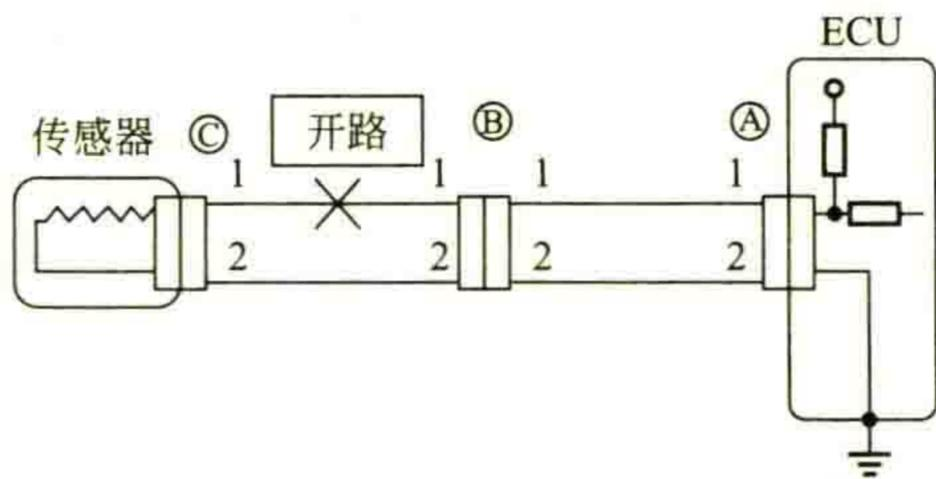

图1-6 检查断路的方法
(2) 电阻的测量方法 将万用表开关转到电阻 (Ω) 挡的适当位置并校零后,即可测量电阻值。汽车上很多电器设备的技术状态可用检测其电阻值的方法来判断,可检查被测元件和线路的断路、短路等故障。
(3) 断路(开路)的检测方法 图1-6所示的配线有断路故障,可用“检查导通”或“检查电压”的方法来确定断路的部位。